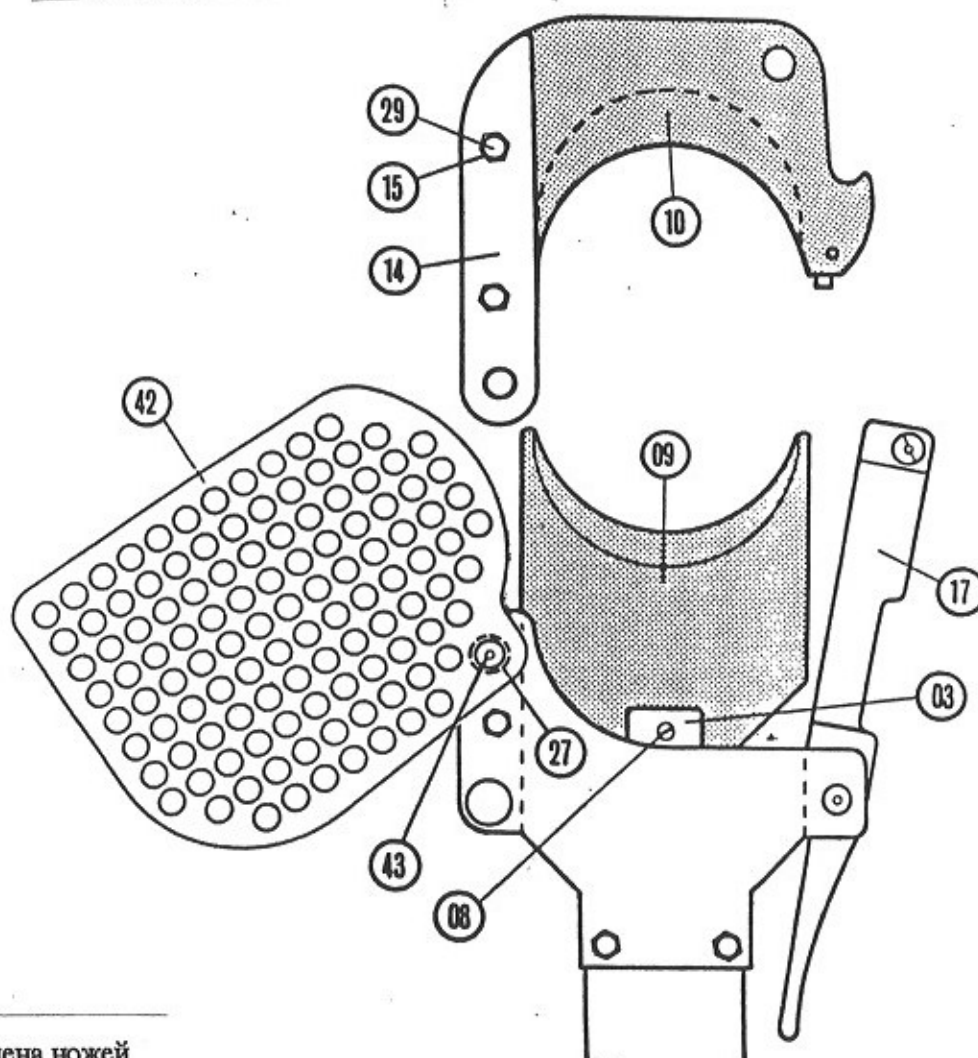

Рис.1 Замена ножей
4) ЗАМЕНА НОЖЕЙ (См. рис.1 и 2)